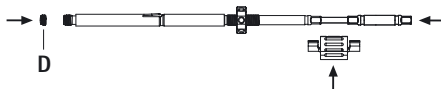

Fig. 12
- Insérer le tournevis dans la douille intérieure, sécuriser avec l'espaceur et ficher la vis de verrouillage **D**, voir Fig. 12.